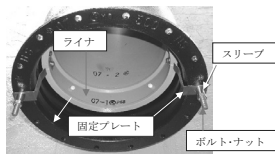

図 38 ライナ固定治具
⑤ 受口が下を向く方向に傾けると、ライナが受口から落下する危険があるため、ロックリングのセット後にライナ固定治具（固定プレート、スリーブ、ボルト）を用いてライナを固定する（図 38 参照）。